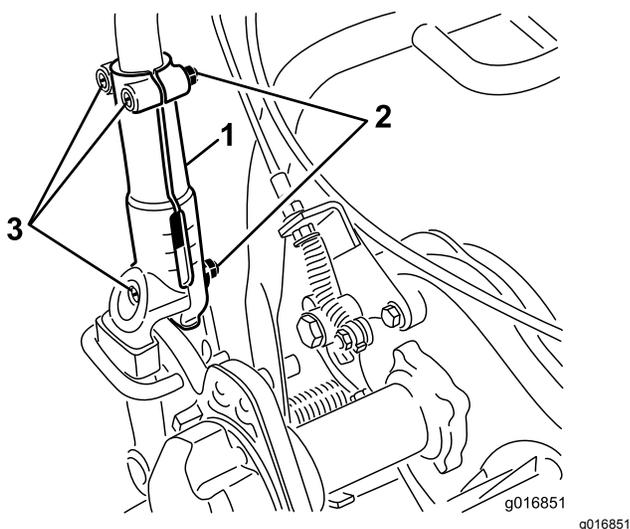

Figura 29
1. Solte os 3 os parafusos e as porcas da carroçaria que fixam cada um dos lados do manípulo nas pegas da barra de ligação (Figura 29).